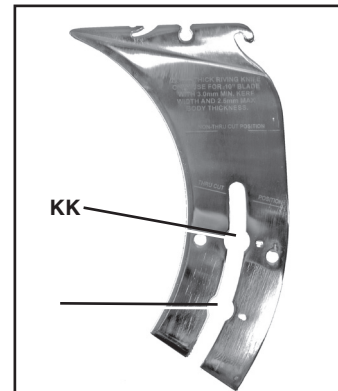
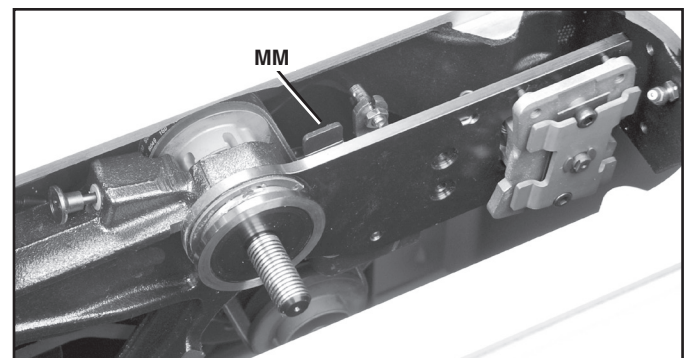

FIG. 30
FIG. 31
2. Mientras sujeta la palanca, tire el hendedor hacia arriba hasta que el retén (JJ) Fig. 30 se trabe en la posición de cortes pasantes.
3. Mientras sujeta la palanca, empuje el hendedor hacia abajo hasta que el retén (KK) Fig. 30 se trabe en la posición de cortes que no son pasantes.
2. Empuje la palanca de liberación del hendedor (MM), Fig. 31, hacia el lado contrario de la hoja y tire el hendedor hacia arriba para bajar el retén (JJ), Fig. 30, a la posición de cortes pasantes.
3. Empuje la palanca de liberación del hendedor hacia el lado contrario de la hoja y empuje el hendedor hacia abajo para levantar el retén (KK), Fig. 30, a la posición de cortes que no son pasantes.